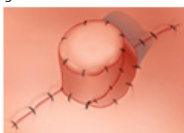

Figure 6
19. Terminer la procédure chirurgicale en refermant tous les sites d'incision par une ligne de suture étanche non résorbable ou à résorption lente, tel qu'illustré dans la Figure 6.